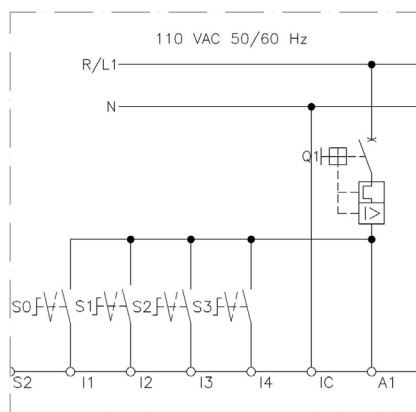

Figura 5.5 - Detalle modificación para accionamiento utilizando entradas digitales en 110 Vca
Para la unidad de control (UC) con entradas digitales en 110 Vca es destacada la modificación del esquema en la figura 5.5.